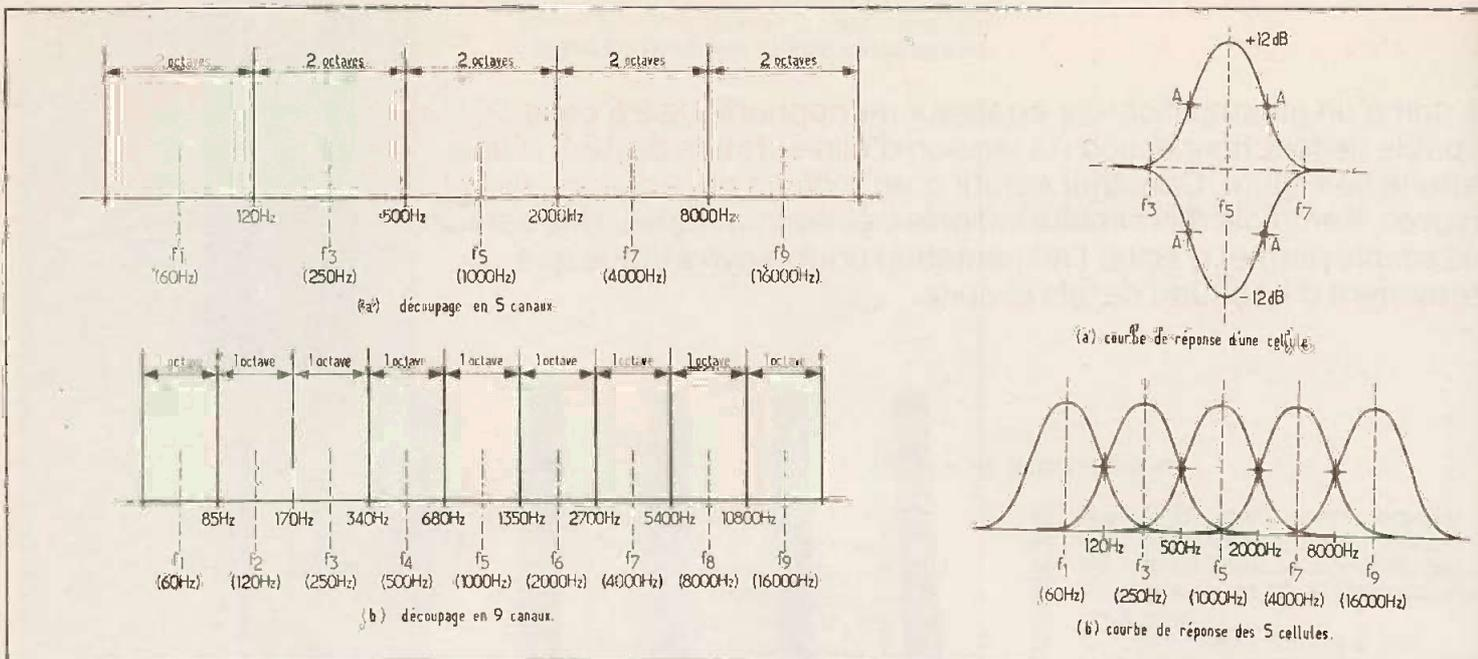

Fig. 1. et 2. — Illustration du découpage de la gamme audio en cinq canaux de deux octaves ou en neuf canaux d'octave.
**A**vant d'aller plus loin, commençons par le commencement et définissons ce qu'est un égaliseur. Un égaliseur est une forme évoluée du correcteur de tonalité que nous connaissons tous. Simplement, au lieu de ne pouvoir jouer que sur l'amplitude du bas de la gamme audible (graves) et du haut de la gamme (aigus), il est capable de modeler à votre guise l'ensemble de la gamme audible. Cette dernière est découpée en général en 5 ou 9 canaux, chaque canal correspondant à une largeur de 1 à 2 octaves. La figure 1 illustre le découpage